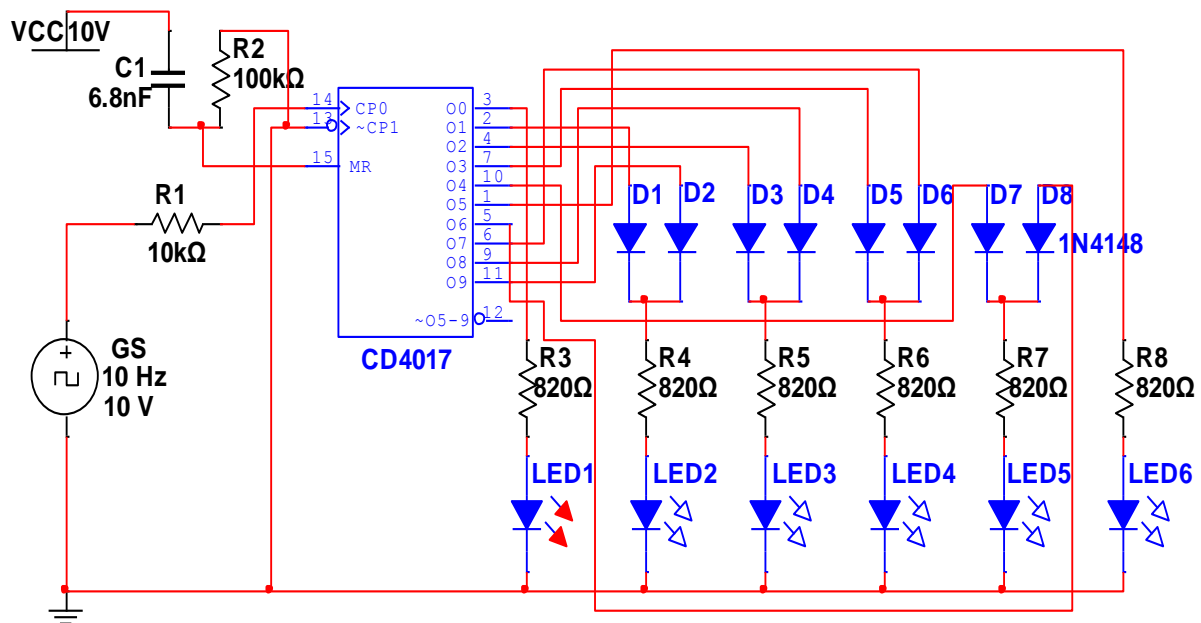

Figura 6.5.7 Aplicație cu numărătorul Johnson – CD4017
2. Realizează practic, pe o plăcuță de probă montajul schemei din figura 6.5.7.
4. Conectează sursa de alimentare și generatorul de semnal conform schemei din figura 6.5.7.
6. Pornește sursa de alimentare, regleaz-o la valoarea indicată în schema din figura 6.5.7.